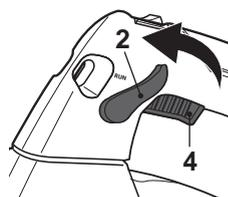

Fig. 25
- > Tournez le bouton run – start [2] dans le sens antihoraire à la position RUN (Fig. 25). La gâchette est maintenant verrouillée-sur " en marche " pour une utilisation en continu.